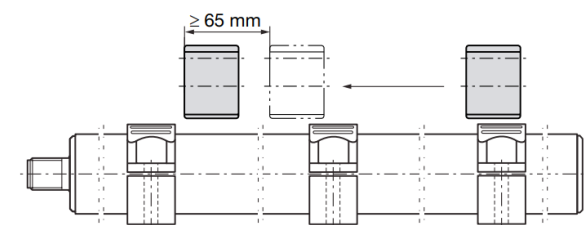

图 5-3: 使用多个位置指示器时的最小距离
- 使用多个位置指示器时，必须遵守每两个之间的最小距离65 mm（参见图 5-3）。